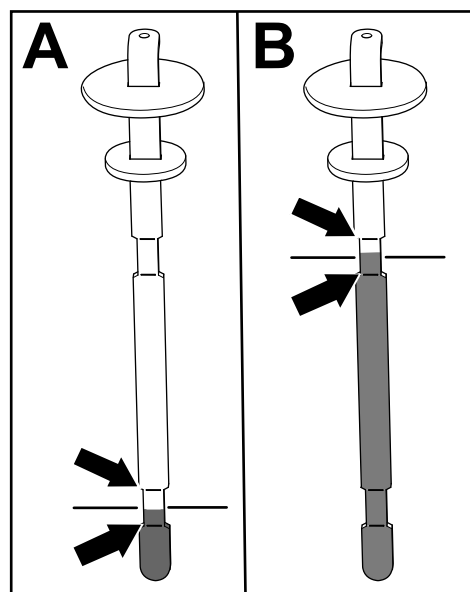

Figure 82
5. Ressortez la jauge et vérifiez le niveau de liquide (Figure 82).
- Si l'unité de coupe est montée sur la machine : le niveau de liquide hydraulique est correct quand il se situe entre les 2 repères inférieurs sur la jauge (A de la Figure 82). Il est également acceptable que le niveau de liquide dépasse les repères inférieurs.
- Si le kit flexible d'outil à entraînement hydraulique est monté sur la machine : le niveau de liquide hydraulique est correct quand il se situe entre les 2 repères supérieurs sur la jauge (B de la Figure 82).